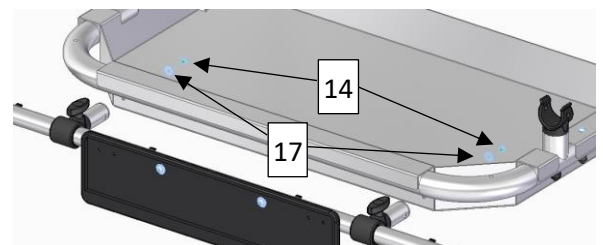

Abbildung 13
Montieren Sie die Verbindungsrohre (2) vor der Montage an der Wanne an der Beleuchtungsleiste (1). Führen Sie die Gewinde der Verbindungsrohre (2) durch die Bohrungen in der Einlegewanne und sichern Sie sie von der anderen Seite mit einer Unterlegscheibe (17) und einer Sechskantmutter (14) (6Nm – siehe Abb. 13).